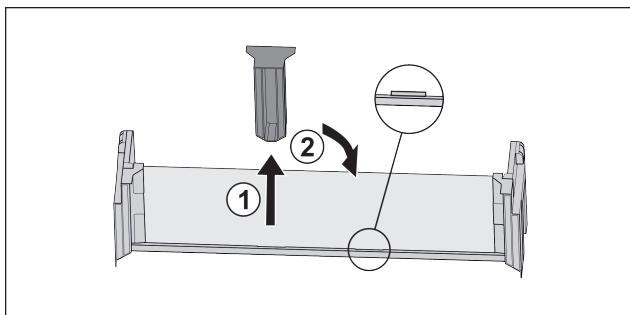

Fig. 121
- ▶ 拉出中间的定位件 Fig. 121 (1)。
- ▶ 将中间的定位件插入第二个位置 Fig. 121 (2)。